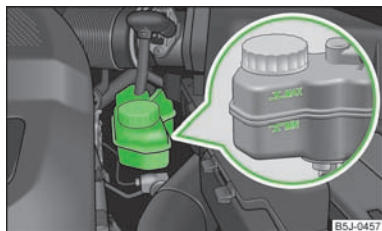

Abb. 121
- Den Bremsflüssigkeitsstand am Behälter prüfen » Abb. 121. Der Stand muss zwischen den Markierungen „MIN“ und „MAX“ liegen.